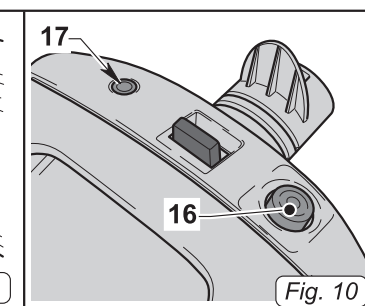

Fig. 10
- Den Schalter (6 Abb. 10) drücken, der aufleuchtet, um das Gerät einzuschalten.
- Das Aufleuchten der Lampe (17 Abb. 10) zeigt an, dass der Papierbeutel voll ist und ausgetauscht werden muss.
- Den Schalter (16 Abb. 10) drücken, um das Gerät auszuschalten.